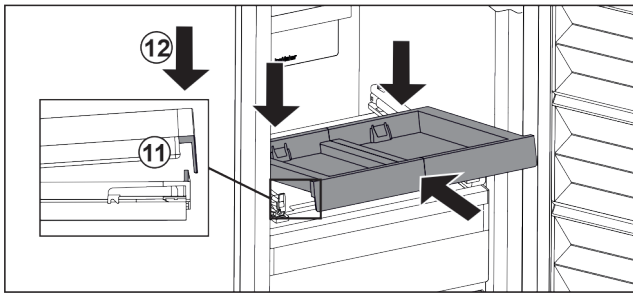

Fig. 32
- ▶ Вставити навкосои. Звертайте увагу, щоб з обох боків упор був за накладкою. Fig. 32 (11)
- ▶ Витяжну панель опустити спереду. Fig. 32 (12)